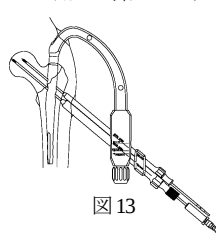

図13
- 3.2 ガイドピンアダプタを装着し、3.2 ガイドピンを刺入します。（図13）